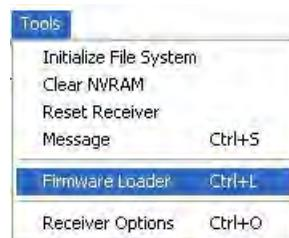

Рисунок 57. Tools->Firmware Loader
4. Нажмите Tools ▶ Firmware loader (Рис. 57).